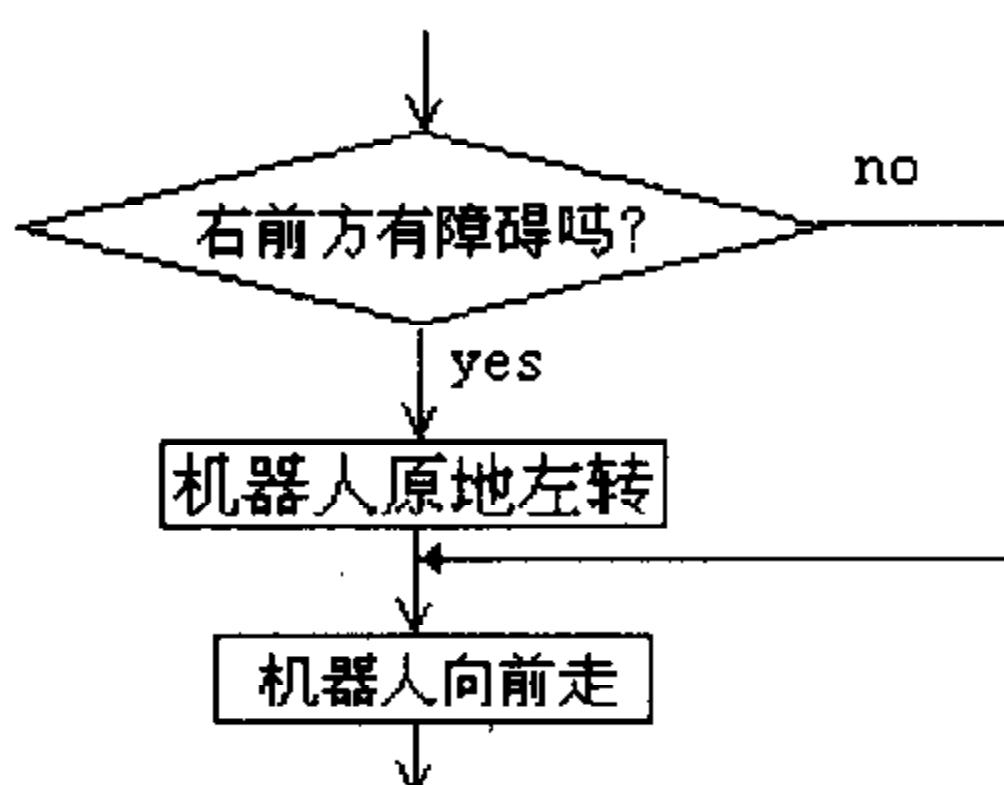

图 3.12 右前方避障流程图
(1) 看懂机器人避开右前方障碍物程序的部分流程图，如图 3.12 所示。